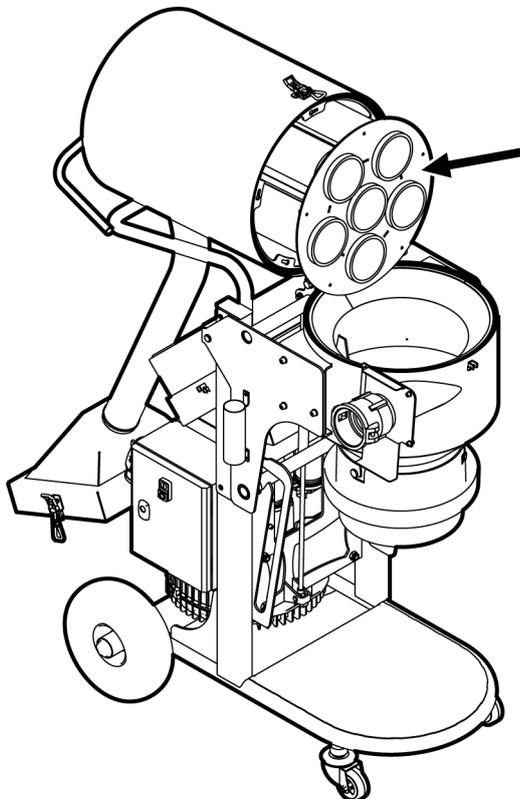

Abbildung 5-2. Wechseln der Strumpffilterkassette
2. Ziehen Sie die gesamte Kassette gerade heraus, siehe *Abbildung 5-2, Seite 27*.